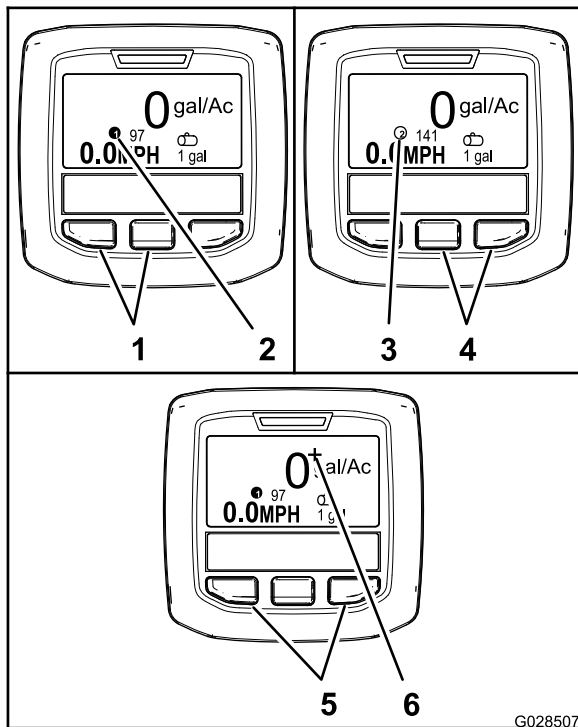

Figure 66
- Pour sélectionner le débit d'application 1, appuyez sur les 2 boutons de gauche de l'InfoCenter (Figure 66).
- Pour sélectionner le débit d'application 2, appuyez sur les 2 boutons de droite de l'InfoCenter (Figure 66).
- Pour intensifier temporairement le débit d'application, appuyez de manière prolongée sur les 2 boutons extérieurs (Figure 66).